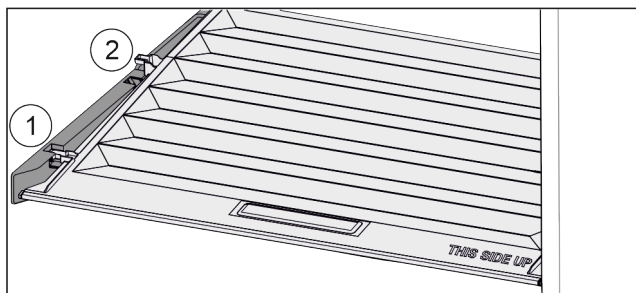

Fig. 43
- ▶ Træk dækslet fremad til åbning i holdedelene Fig. 43 (1).
- ▶ Løft nedefra og bevæg det opad og ud Fig. 43 (2).